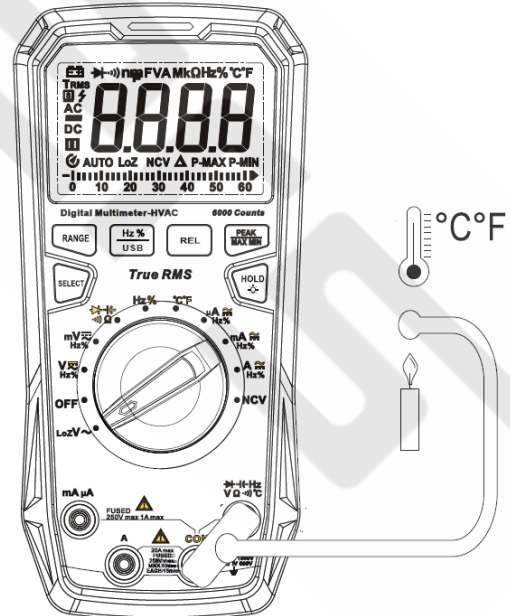

Рисунок 14
8.11. Измерение температуры (UT61D+, см. рисунок 14)